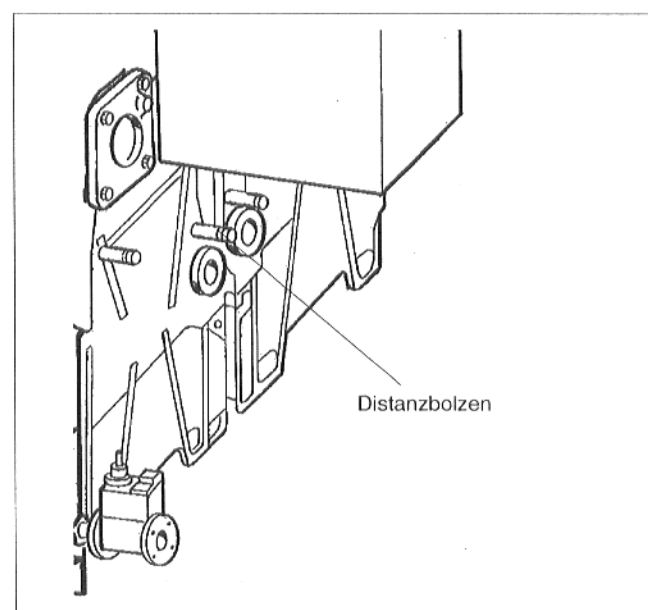

Abb.26
- 4 Distanzbolzen zur Befestigung der Rückwände anschrauben (Abb.26).